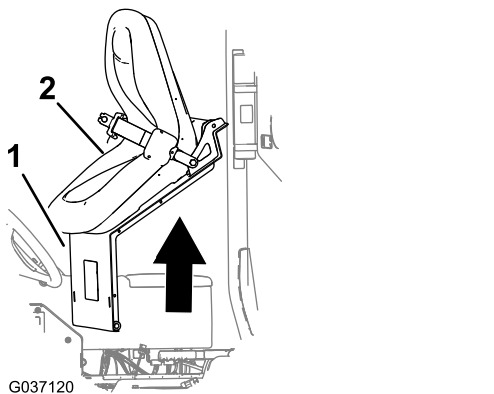

Figura 8
5. Eleve o banco e placa do banco para cima e para fora da máquina (Figura 8).